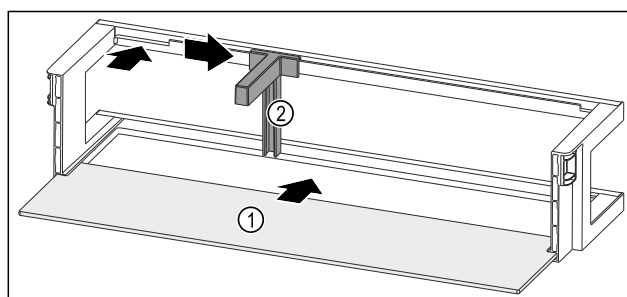

Fig. 99 Balconcino controporta con ripiano
- Inserire il ripiano Fig. 99 (1) negli incavi laterali.
- Inserire il portabottiglie Fig. 99 (2) nell'incavo.
- Far scorrere il portabottiglie Fig. 99 (2) lateralmente alla posizione desiderata.